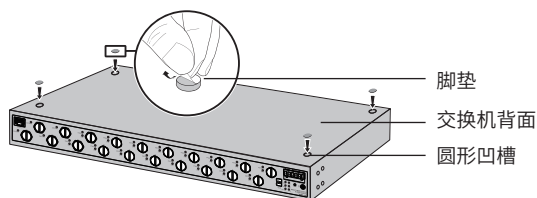

图2-2 桌面安装示意图
2. 将配件中的两个L型角铁分别安装在交换机面板的两侧，并用配件中提供的螺钉固定，如图2-2所示；